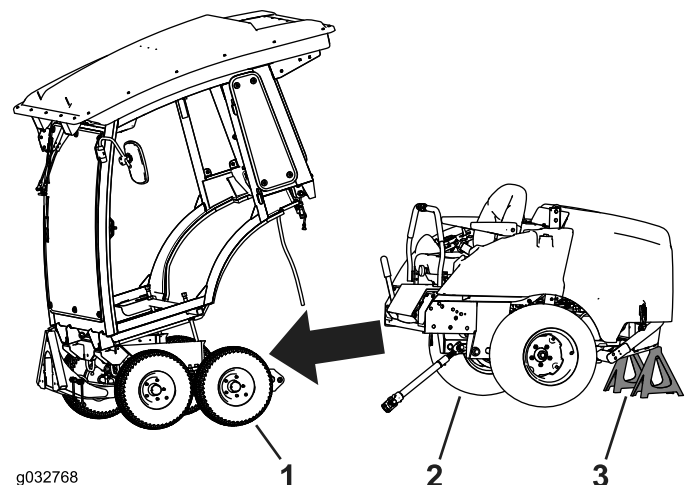

Figure 118
8. Roulez le cadre d'hiver à l'écart du cadre de la machine (Figure 118).